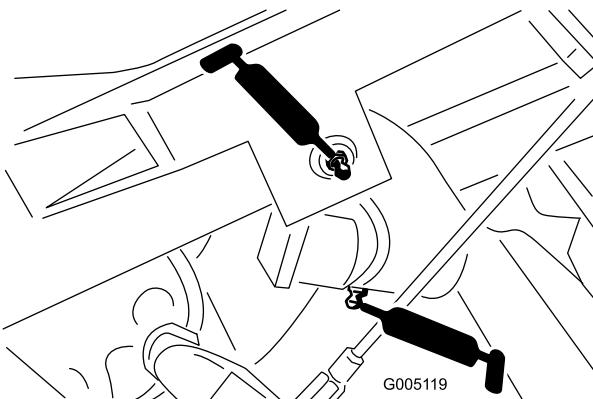

図 26
- ・ 昇降アームのピボット (3か所) とピボット・ヒンジ (3か所) (図 26)